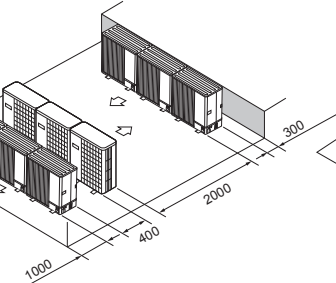

Fig. 2-18
⑥ Aranjare: unități multiple, paralele (Fig. 2-18)